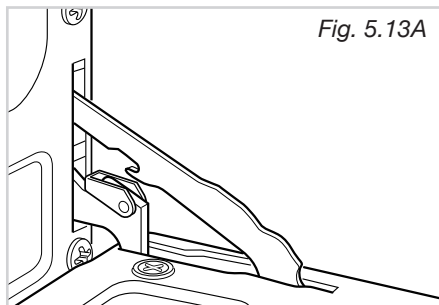

Fig. 5.13A
- Aprire completamente la porta del forno (fig. 5.13A).